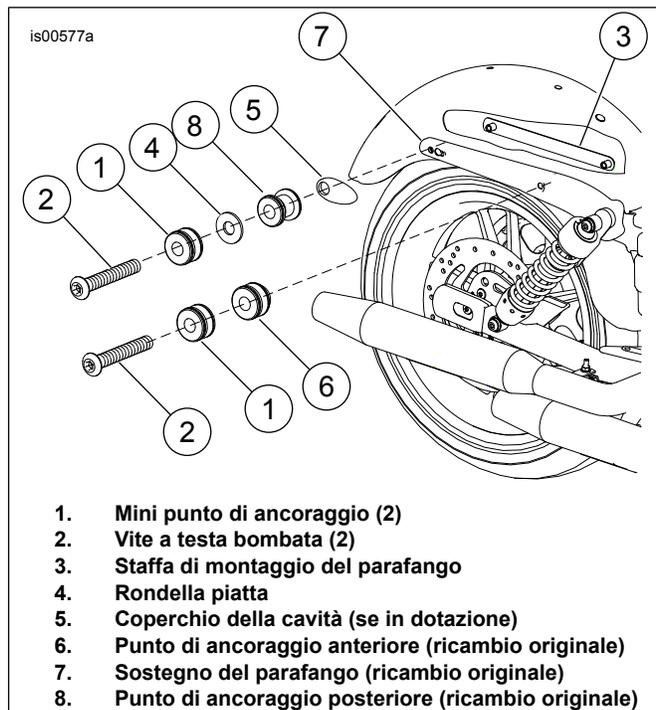

Figura 2. Installazione del kit di montaggio parafrangente (modelli dotati di accessori rimovibili)
6. Vedere Figura 2. **Vite anteriore:** installare il nuovo mini punto di ancoraggio (1) e il punto di ancoraggio anteriore (6) sulla nuova vite a testa bombata (2). Inserire la vite attraverso il foro anteriore del sostegno del parafrangente (7) e la staffa di montaggio del parafrangente (3).
7. **Vite posteriore:** Installare il mini punto di ancoraggio (1) e la rondella (4) sulla vite a testa bombata (2) dal kit di installazione. Installare il punto di ancoraggio posteriore (8) (con il lato piatto del punto di ancoraggio rivolto verso la rondella) e il coperchio della cavità (5) (se in dotazione) sulla vite. Inserire la vite attraverso il foro posteriore del sostegno del parafrangente (7) e la staffa di montaggio del parafrangente (3).